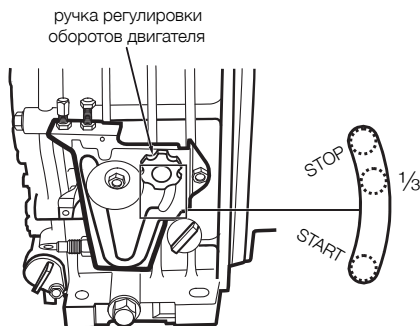

Рис. 10
8.8.7. Управление работой насоса, а именно выключение насоса, регулировка оборотов двигателя и, как следствие, производительность насоса, осуществляется ручкой регулировки оборотов двигателя с фиксацией (см. рис. 10). Чтобы изменить положение ручки, необходимо ослабить ее фиксацию и передвинуть в желаемое положение, после чего зафиксировать ручку, затянув ее.
8.8.9. Перевести ручку регулировки оборотов двигателя в положение «START» (см. рис. 10) и зафиксировать ее в этом положении.
8.8.11. Сразу же после запуска насоса, для прогрева его двигателя на низких оборотах, необходимо установить ручку регулировки оборотов двигателя в положение 1/3 ее хода от отметки «STOP» (см. рис. 10). Двигатель насоса прогревается 3..5 минут.
8.9.1. Перевести ручку регулировки оборотов двигателя на 1/3 хода от отметки «STOP» (см. рис. 10) и дать поработать насосу в течение двух-трех минут без нагрузки, для его охлаждения.